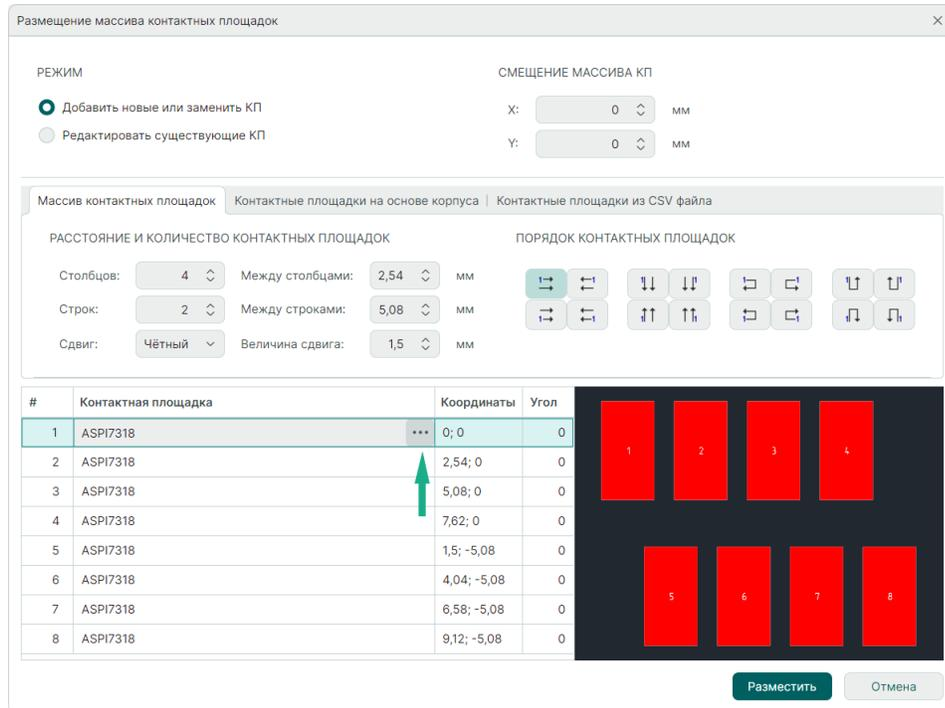

Рис. 98 Переход к выбору типа контактной площадки
1. Нажмите на символ «…» в правой части столбца «Контактная площадка», см. Рис. 98.